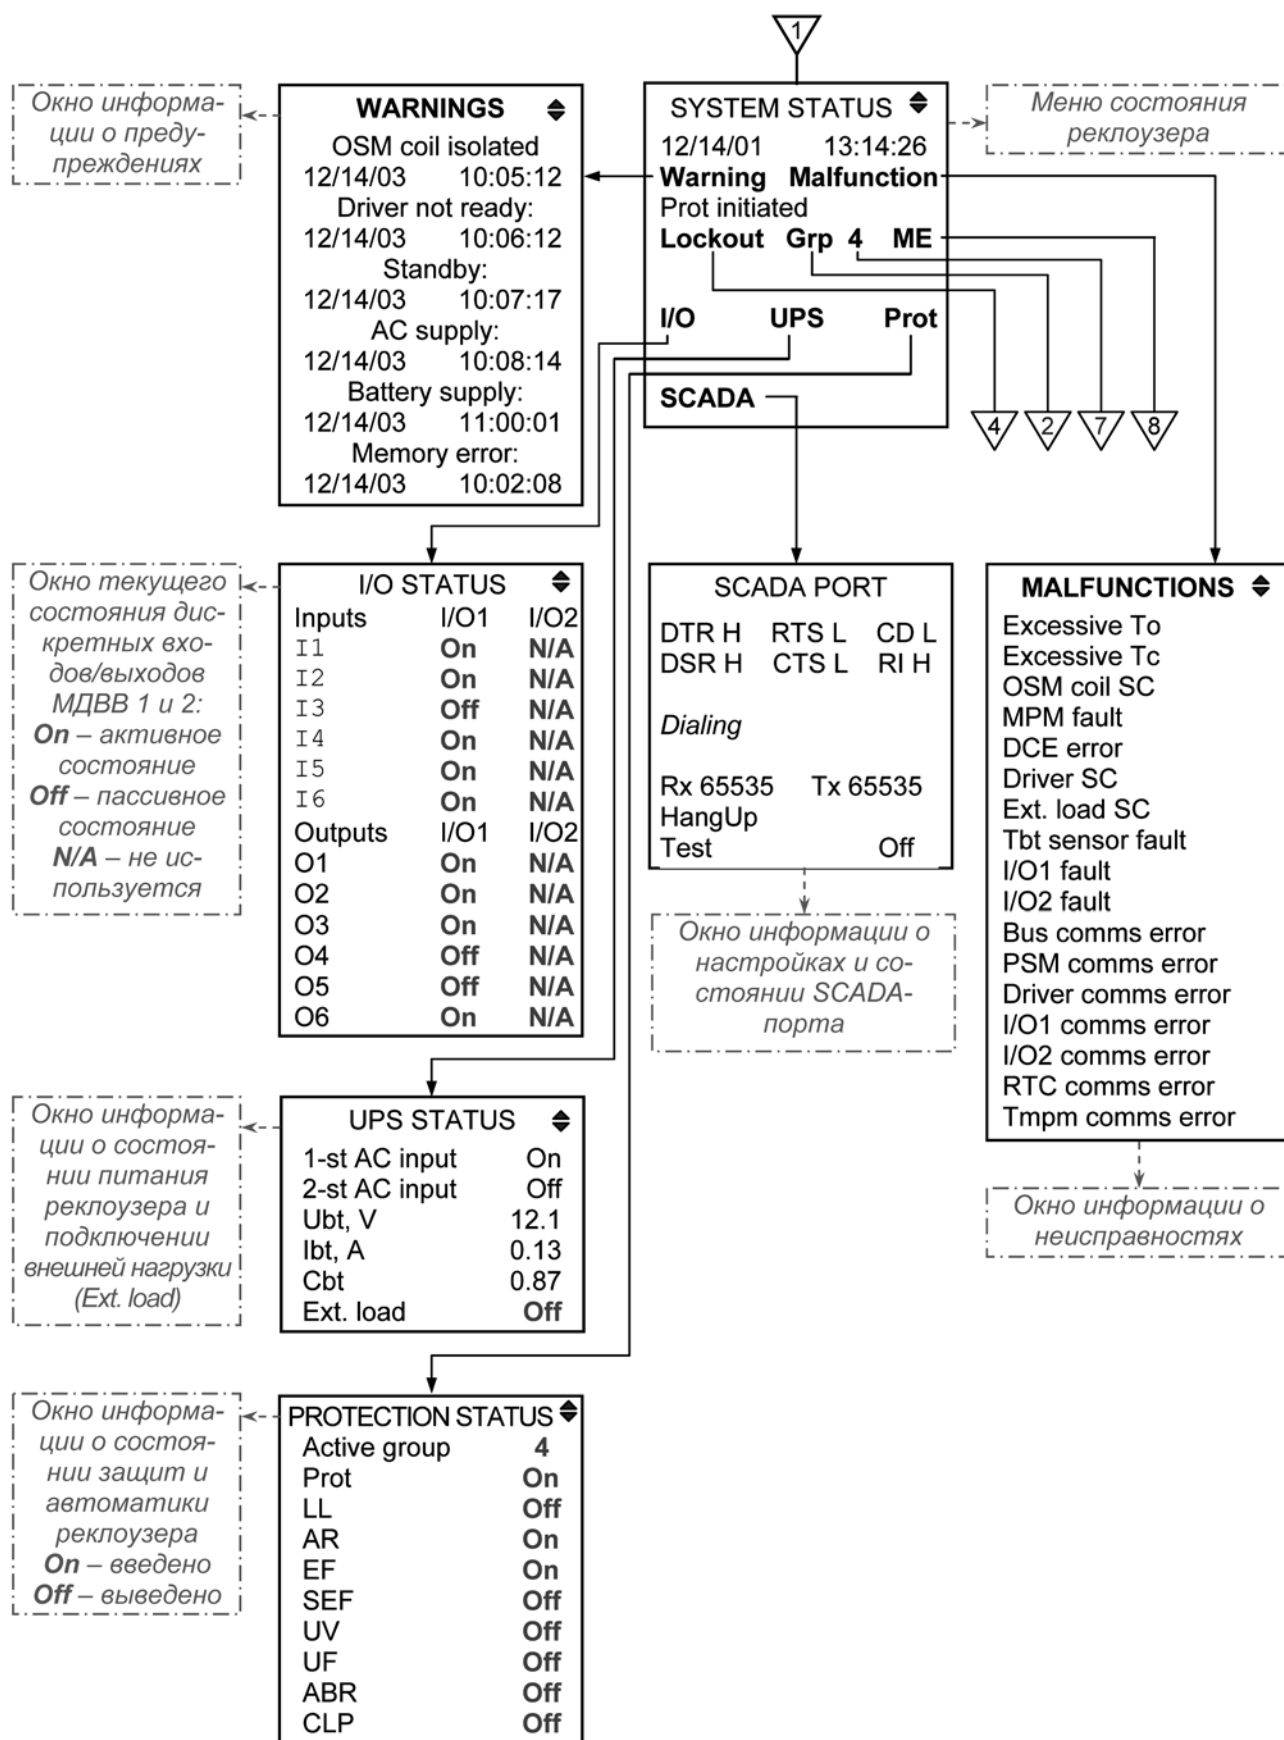
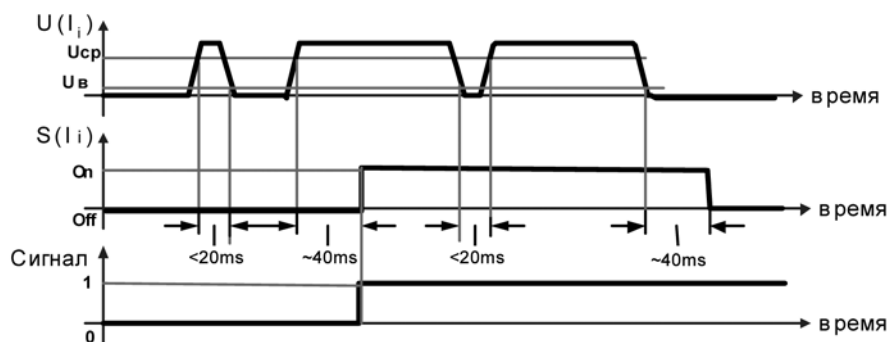

Рис. 3.29. Меню состояния реклоузера
Рис. 3.34. Функционирование входа МДВВ
- символы навигации  или  обозначающие возможность прокрутки информации соответственно в горизонтальном или в вертикальном направлении. Отсутствие данных символов обозначает невозможность прокрутки информации в данном меню. На Рис. 3.29 - Рис. 3.34 возможность прокрутки информации в любом направлении для упрощения показана только символом .
Пассивной является информации, которая отображается на ЖКД и не может быть изменена пользователем. Такая информация при перемещении на нее в меню выделяется на дисплее символами $\langle \rightarrow \rangle \langle \leftarrow \rangle$. На Рис. 3.29 - Рис. 3.34 пассивная информация условно помечена обычным (нежирным) шрифтом.
Для фильтрации кратковременных всплесков и провалов напряжения на входе МДВВ существует время распознавания и время сброса сигнала (см. Табл. 3.5). На Рис. 3.34 показано функционирование входа МДВВ.